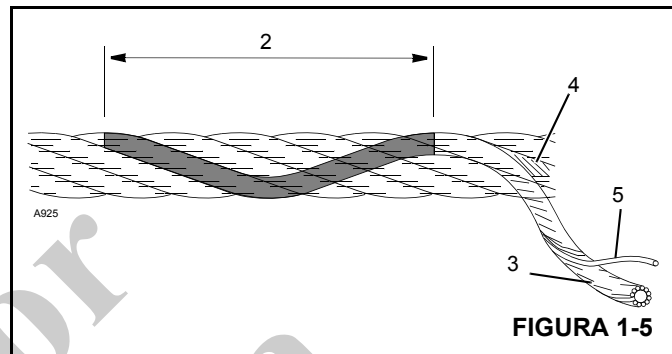

FIGURA 1-5
13. Al buscar alambres rotos (5) (Figura 1-5), alíe el cable, muévelo hacia afuera de los “puntos de recogida” y dóblelo lo más que se pueda. Los defectos del cable hacen referencia a la “longitud de sesgo” (2), que es la distancia medida a lo largo del cable en donde una trenza (3) logra una revolución completa alrededor del núcleo (4).